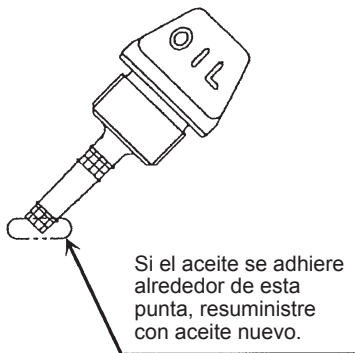
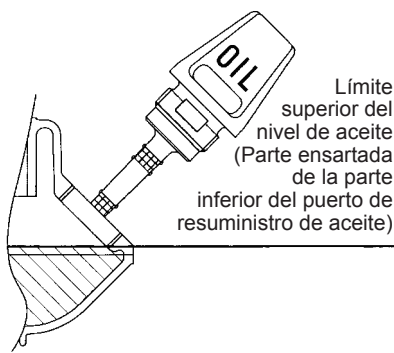

Figura 1
Figura 2
Cuando el aceite sea escaso de tal forma que sólo la punta del medidor de aceite haga contacto con el aceite, especialmente cuando el medir se encuentra insertado en el cárter sin estar atornillado (Figura 1), resuministre con aceite nuevo a través del puerto (Figura 2).
- (1) Mantenga el nivel de aceite y retire el medidor de aceite.
- (2) Llène de aceite hasta el borde del puerto de resuministro de aceite. (Consulte la Figura 2).